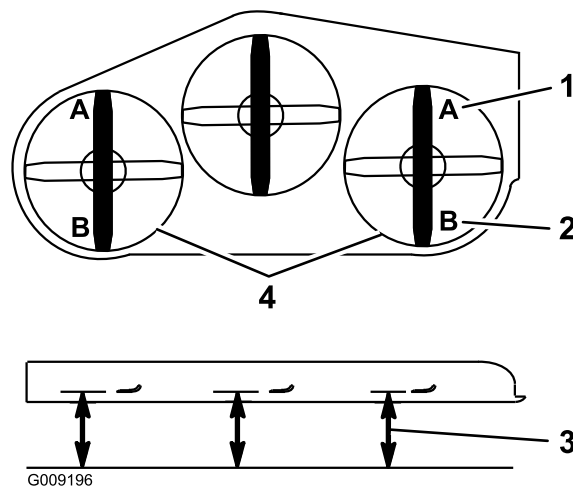

Bild 75
9. Messen Sie an beiden Seiten des Mähwerks den Abstand von der ebenen Fläche bis zur vorderen Messerspitze (Stellung A). Der Wert sollte 7,6 mm sein (Bild 75).
15. Messen Sie an beiden Seiten des Mähwerks den Abstand von der ebenen Fläche bis zur hinteren Messerspitze (Stellung B). Der Wert sollte 8,3 cm sein (Bild 75).